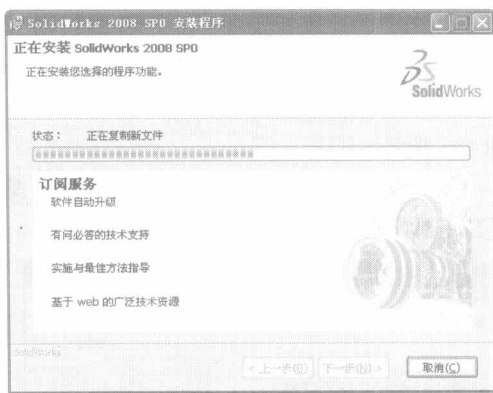

图 1-8 【正在安装 SolidWorks 2008 SP0】对话框
(8) 单击 **安装(I)** 按钮, 开始 SolidWorks 2008 的安装, 如图 1-8 所示。